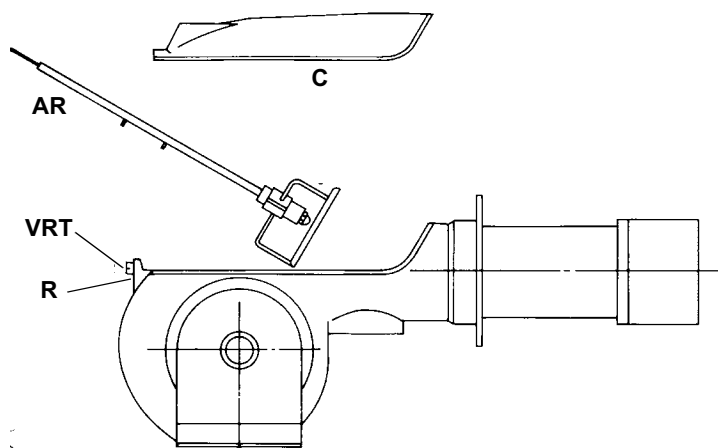

Рис. 23
- вынуть полностью весь узел, как указано на Рис. 23.